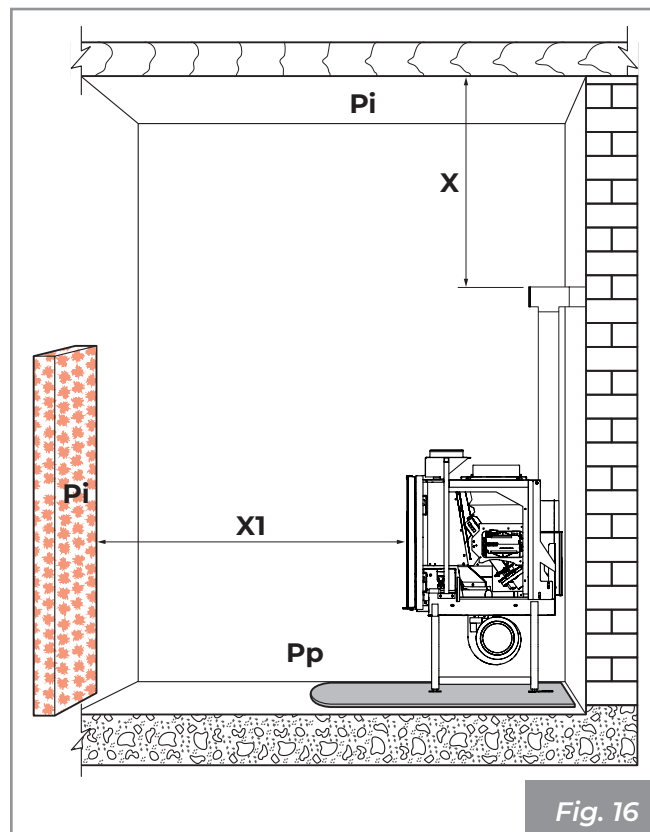

Fig. 16
Se recuerda respetar la distancia mínima de los materiales inflamables (X), descrita en la placa de identificación de los tubos usados para realizar la chimenea (Fig. 16).